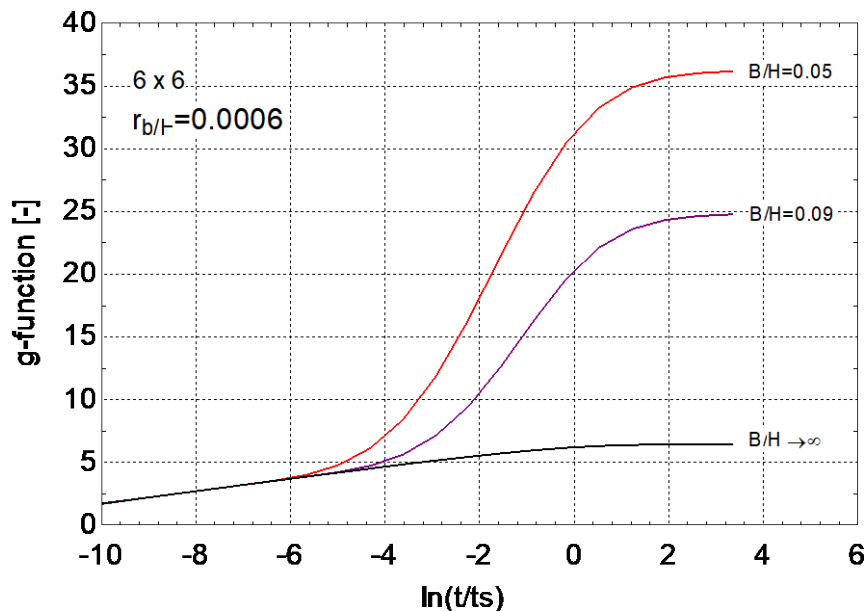

Figure 1.1
- a) En vous servant de la Figure 1.1, calculer la valeur de la pénalité de température, T_p , pour les 2 cas après 20 ans si le déséquilibre annuel dans le sol est de 10 kW. [2 points]